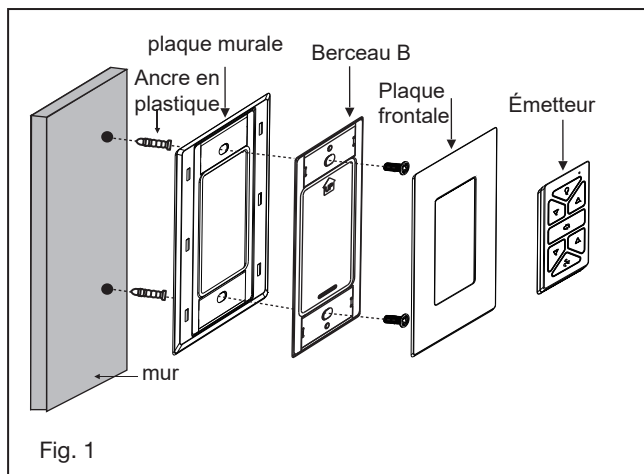

Fig. 1
Soulevez délicatement l'ensemble moteur du ventilateur (sans les pales) en position en accrochant l'ensemble moteur au crochet de la plaque de montage au plafond, lui permettant ainsi de pendre librement. (Fig. 1)
1 Desserrer les quatre vis de montage du moteur sur le support de montage. Retirez les deux vis de montage du moteur sans fente et desserrez la vis de montage du moteur à fente avec les rondelles de blocage. (Fig. 1)
2 Déplacez le ventilateur en position sur le support de montage. Placez les trous de serrure dans la plaque de montage du moteur sur les deux vis précédemment desserrées du support de montage. Tournez la plaque de montage du moteur jusqu'à ce qu'elle se verrouille en place au niveau de la section étroite des trous de serrure. Fixez en serrant les deux vis de fixation du moteur précédemment desserrées et les deux autres précédemment retirées. (Fig. 1)
- 2** Tout en maintenant l'ensemble LED sous votre ventilateur, effectuez les connexions des fiches polarisées : (Fig. 1)
- 3** Placez les trous de serrure de l'ensemble LED sur les 2 vis précédemment desserrées, tournez la plaque lumineuse jusqu'à ce qu'elle se verrouille en place au niveau de la section étroite des trous de serrure. Fixez en serrant les 2 vis précédemment desserrées et celle précédemment retirée. (Fig. 1)
- 1 Retirez les six vis Allen situées dans la plaque métallique l'assemblage à l'aide de la clé hexagonale fournie. Retirez le couvercle métallique de la plaque d'adaptation. (Fig. 1)
- 1 Sélectionnez un emplacement souhaité. Utilisez la plaque murale pour marquer l'emplacement des trous de montage. Des chevilles murales en plastique ou des vis de montage sont nécessaires pour cette application. (Fig. 1)
Retirez le panneau de l'émetteur, puis installez une pile 2032 (incluse). Vous devez utiliser une pièce de monnaie pour ouvrir ou fermer le couvercle de la batterie. Pour éviter d'endommager l'émetteur, retirez la batterie si vous ne l'utilisez pas pendant de longues périodes (Fig. 1)